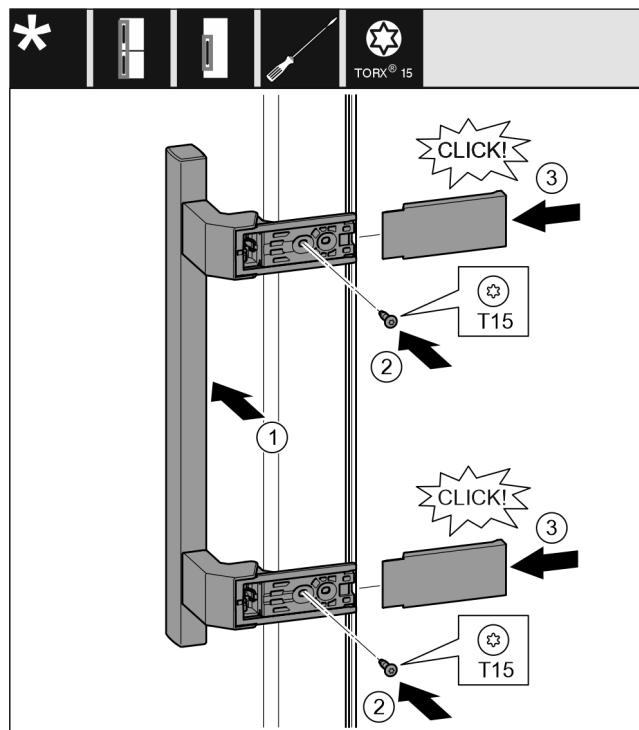

Fig. 18
- Držadlo nasadte na opačnú stranu. Fig. 18 (1)
- Skrutkovačom T15 pevne zaskrutkujte skrutky. Fig. 18 (2)
- Kryty nasadte a nasuňte zboču. Fig. 18 (3)